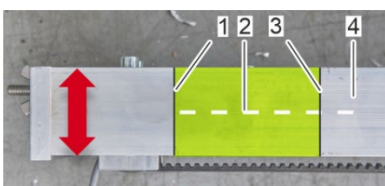
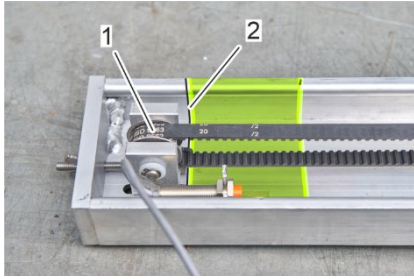

Abbildung 29: Markierung auf der Rückseite der Reinigungsschiene
Abbildung 30: Position der Umlenkrolle
- Übertragen Sie die Markierung aus Schritt 3 (Abbildung 29/3) auf die Rückseite der Reinigungsschiene (Abbildung 29/4), die mit dem Querträger des Gehäuses in Kontakt ist.
7. Übertragen Sie die Position (Abbildung 30/2) der Umlenkrolle (Abbildung 30/1) auf die Rückseite der Reinigungsschiene (Abbildung 29/1), die mit dem Querträger des Gehäuses in Kontakt ist.
8. Markieren Sie einen Bohransatzpunkt auf der Mittelachse (Abbildung 29/2) der Reinigungsschiene innerhalb des markierten Bereichs.